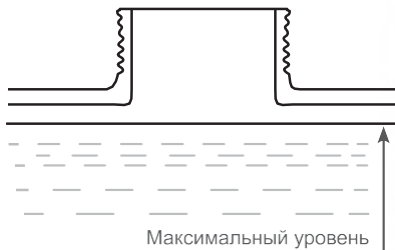

Рис. 13. Максимальный уровень топлива в топливном баке
Максимальный уровень топлива показан на Рис. 13.
- Залейте бензин в топливный бак при помощи специальной емкости или воронки до уровня, показанного на Рис. 13.